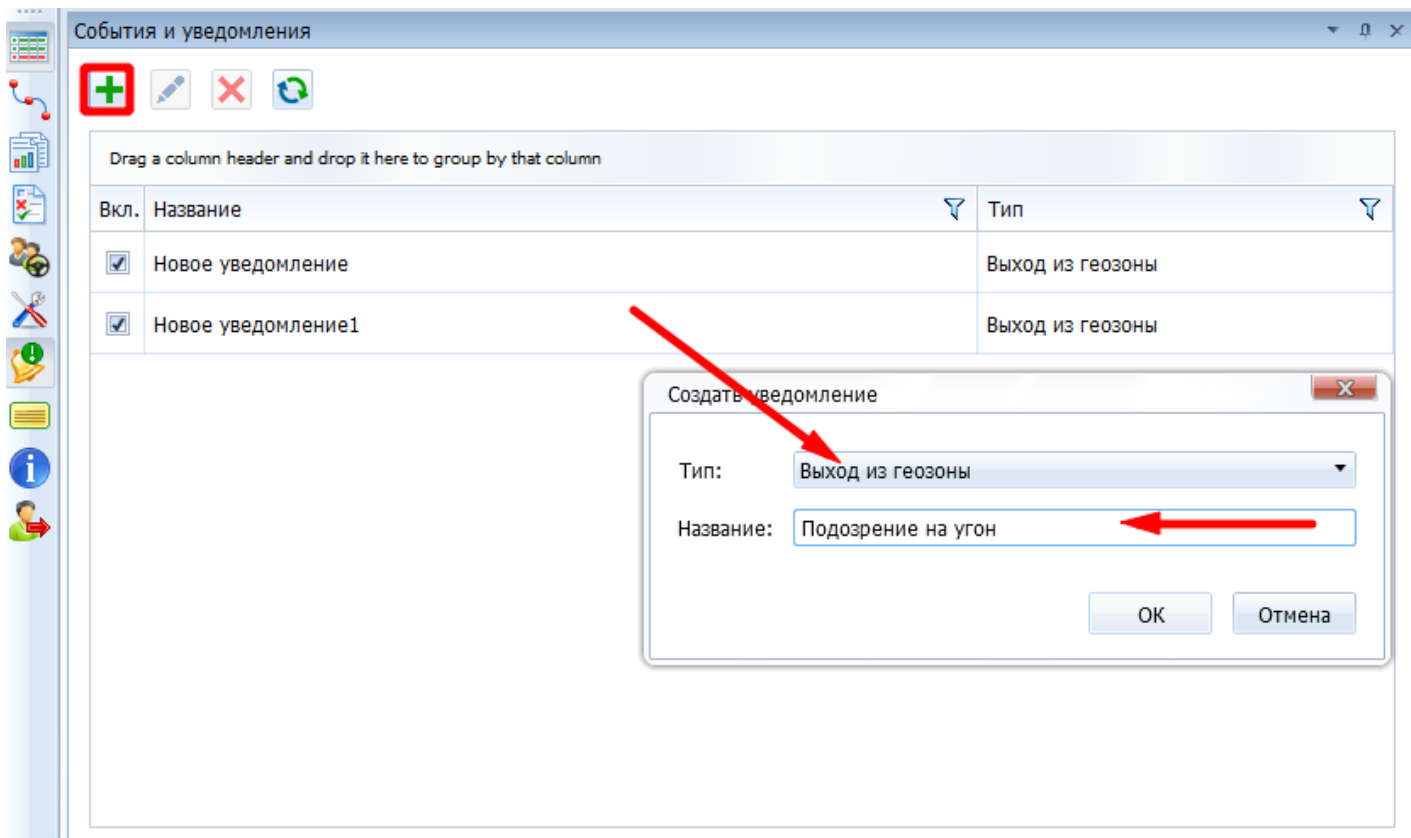

Рисунок 4 – Создание уведомления о выходе из геозоны
- во вкладке «События и уведомления» создать новое уведомление, выбрав тип «Выход из геозоны» и указать название (**Рисунок 4**);